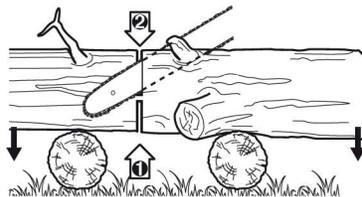

Fig. 42
- > Quando o tronco é suportado em ambas as extremidades (Fig. 42), o corte deve ser feito por cima e ter 1/3 do diâmetro do tronco. Em seguida, deve ser feito o corte final, através de um corte inferior com 2/3 do diâmetro e que deve ir ao encontro do primeiro.